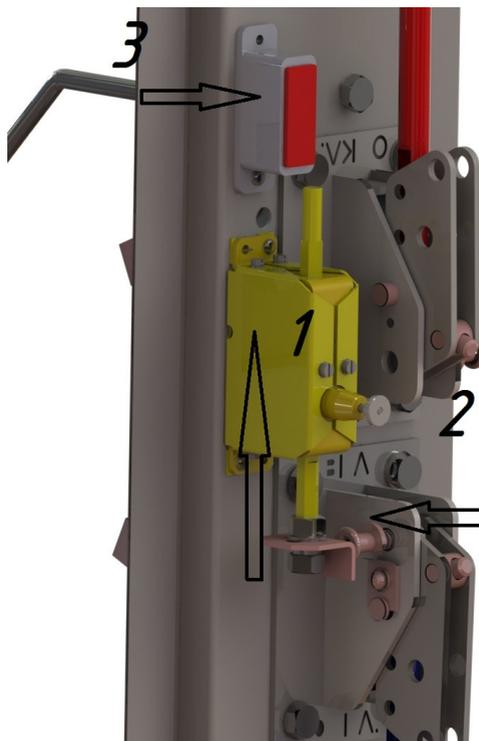

Рисунок 4 – Установка узла блокировочного OptiMat Вк1 на лицевой панели КСО/КРУН (ВВ на рисунке отключен)
2.1.4 Необходимо установить узел блокировочный так, чтобы он обеспечивал взаимодействие с кнопкой ручного отключения ВВ и элементом фиксации рычага привода разъединителя (рисунок 4).
2.1.5 При включенном ВВ кнопка ручного отключения (рисунок 4, поз. 3) выступает из фланца, фиксатор рычага привода разъединителя заблокирован (рисунок 4 поз. 2), узел блокировочный (рисунок 4 поз. 1) заблокирован кнопкой ручного отключения (рисунок 4 поз. 3), внутренние контакты замкнуты. Отсутствует возможность оперировать разъединителем.
2.1.6 При выключенном ВВ кнопка ручного отключения утопает во фланце (рисунок 4 поз. 3), фиксатор рычага привода разъединителя заблокирован (рисунок 4 поз. 2), узел блокировочный (рисунок 4 поз. 1) разблокирован кнопкой ручного отключения (рисунок 4 поз. 3), внутренние контакты замкнуты.